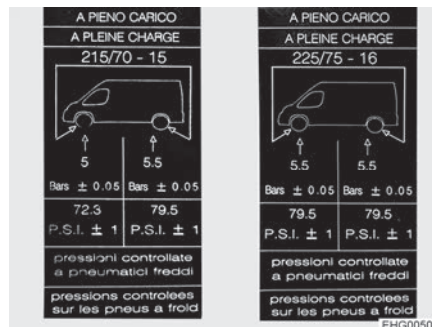

Bild 132 Hänvisningsetiketter om däcktrycket på B-stolpen (exempel)
- ▷ Hänvisningsetiketter med önskat däcktryck är fästa på insidan av B-stolpen (se Bild 132).